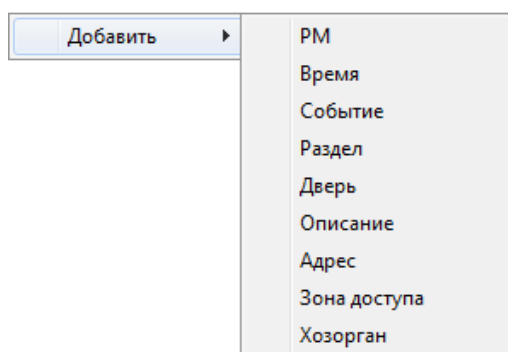

Рисунок 8-60 Добавление элементов фильтра через контекстное меню панели дополнительного фильтра
- Либо нажать на области фильтра правой клавишей мыши и выбрать в контекстном меню тип добавляемого элемента фильтра (см. Рисунок 8-60), а затем ввести текст элемента